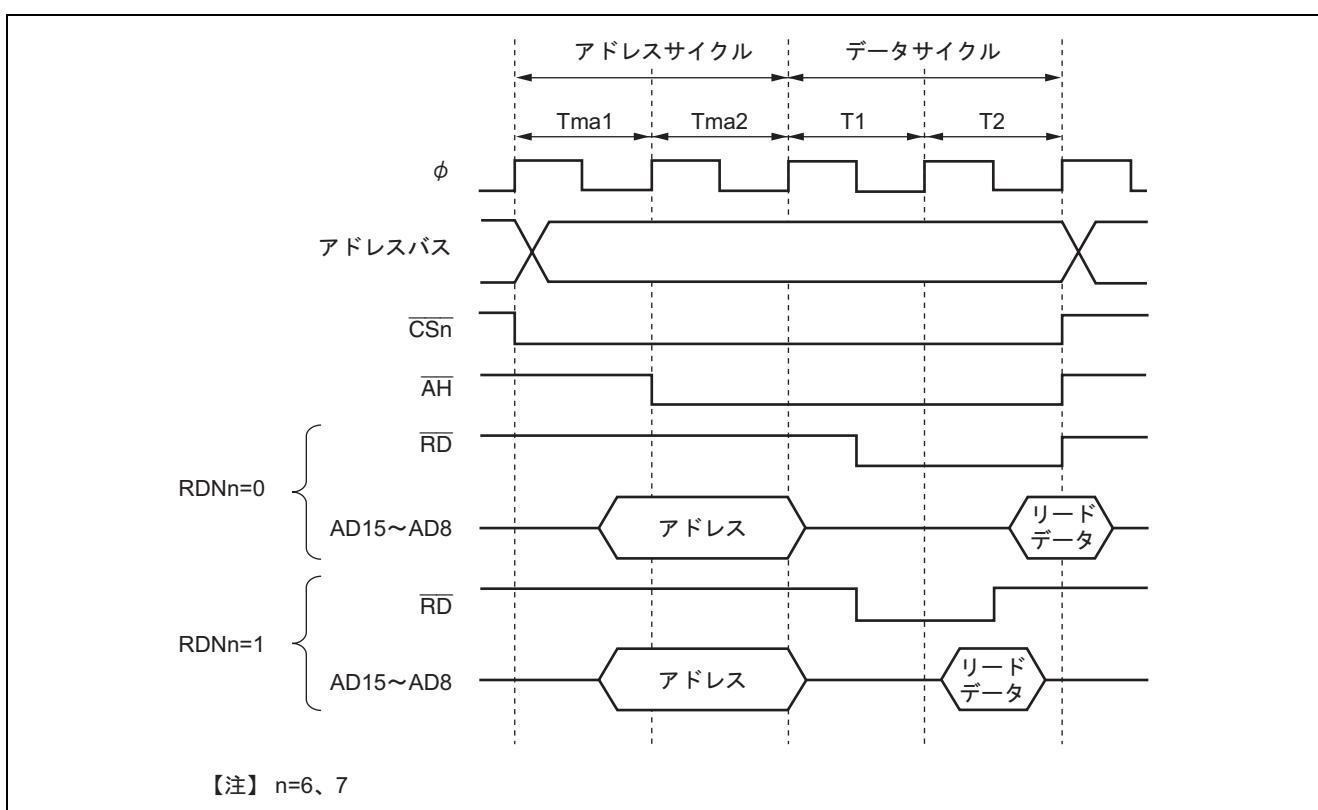

図 7.30 リードストローブタイミング例
7.6.7 リードストローブ (RD) タイミング
アドレス／データマルチプレクスI/Oインターフェースでは基本バスインターフェースと同様にデータサイクルのリードストローブタイミングを変更することが可能です。詳細は「7.5.5 リードストローブ (RD) タイミング」を参照してください。図7.30にリードストローブのタイミングを変更した場合のタイミング図を示します。